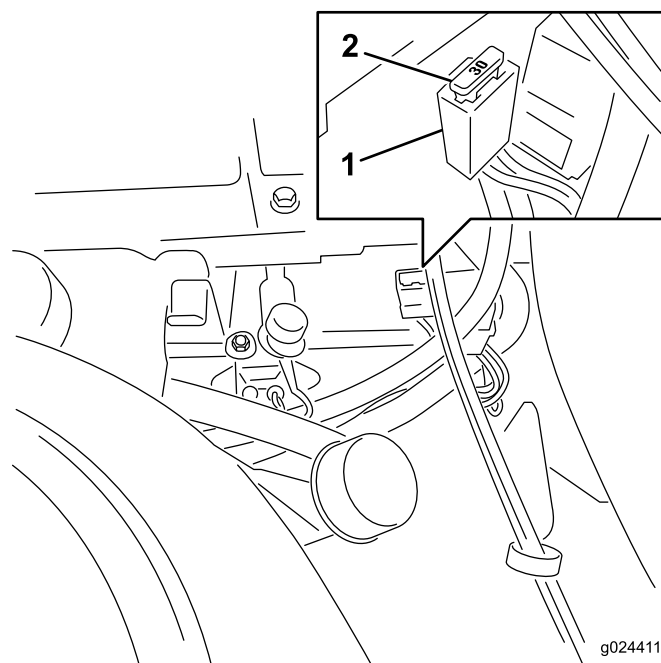

Figure 43
Remarque: Les fusibles sont situés sur la console droite, près du siège (Figure 43).
4. Placez un fusible devant la fente du porte-fusibles (Figure 43).
5. Poussez le fusible dans le porte-fusibles jusqu'à ce qu'il soit complètement engagé (Figure 43).